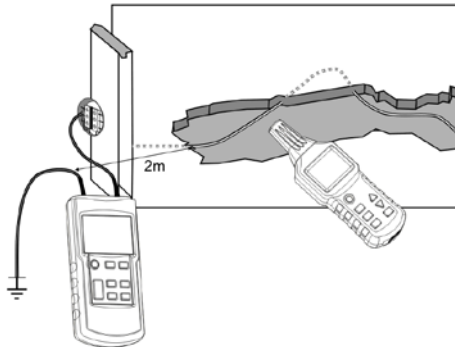

Fig.17
- Collegate l'emettitore come illustrato dalla Fig.17;